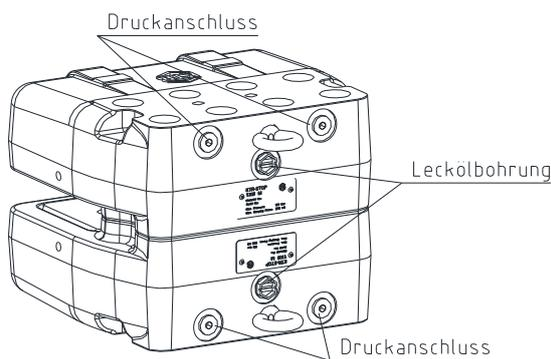

Bild 10: Anschlüsse der Lecköl-/Druckleitungen
- Schließen Sie die Druckölleitung an die Druckanschlüsse der Bremse an (siehe Bild 10 und 11), hierfür vorher die Verschlusschraube entfernen.
- Montieren Sie an der Entlüftungsbohrung (siehe Bild 10 und 11) eine Minimes-Kupplung mit einem Minimes-schlauch, hierfür vorher die Verschlusschraube entfernen. Führen Sie das Ende des Minimes-schlauches in einem geeigneten Auffangbehälter ab.
- Schließen Sie die Leckageölleitung an die Bremse an (siehe Bild 10 und 11), hierfür vorher den Verschlussstopfen entfernen.
- Schließen Sie die Druckölleitung an die Druckanschlüsse der Bremse an (siehe Bild 10, 12 und 13), hierfür vorher die Verschlusschraube entfernen.
- Montieren Sie an der Entlüftungsbohrung (siehe Bild 10, 12 und 13) eine Minimes-Kupplung mit einem Minimes-schlauch, hierfür vorher die Verschlusschraube entfernen. Führen Sie das Ende des Minimes-schlauches in einem geeigneten Auffangbehälter ab.
- Schließen Sie die Leckageölleitung an die Bremse an (siehe Bild 10, 12 und 13), hierfür vorher den Verschlussstopfen entfernen.
- Entfernen Sie die am höchsten liegende Verschlusschraube (Bauteil 1.6) aus der Entlüftungsbohrung (siehe Bild 10 bis 13).
- Schrauben Sie die Verschlusschrauben (Bauteil 1.6) in alle Druckanschlüsse bzw. Entlüftungsbohrungen ein (siehe Bild 10 bis 13).